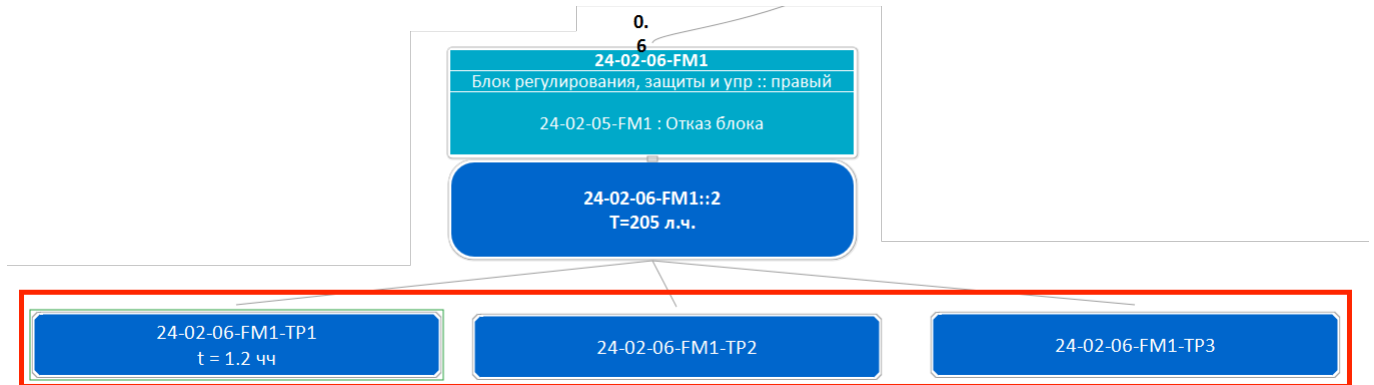

Рис. 10-379 – Фрагмент дерева отказов, включающий описание технологии восстановления (ТК) для работы по восстановлению (вида ТО)
4) В результате откроется окно свойств ТК (рис. 10-379).